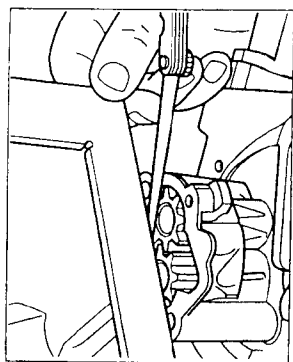

图 1-26 机油泵轴向间隙的检测
(2) 检查机油泵轴向间隙,如图 1-26 所示。磨损极限为 0.15mm。